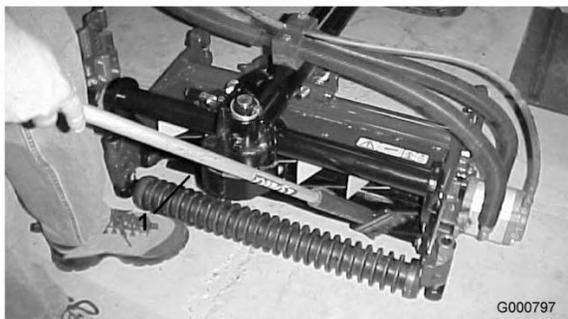

Bild 85
8. Tragen Sie mit einer Bürste mit langem Stiel Schleifpaste (Toro Bestellnummer 29-9100) auf die Spindel auf. Verwenden Sie nie Bürsten mit kurzem Stiel (Bild 85).